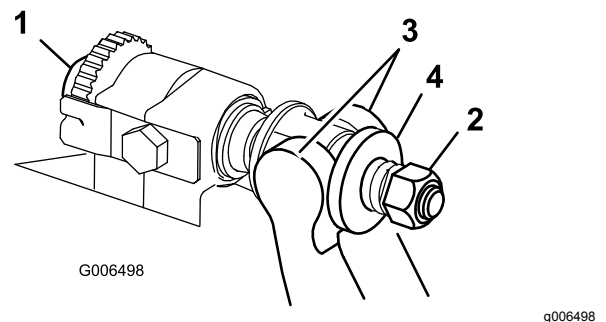

Figura 36
1. Rode os parafusos de ajuste da barra de apoio no sentido contrário ao dos ponteiros do relógio, para afastar a lâmina de corte do cilindro (Figura 36).
2. Faça recuar a porca da mola tensora até que a anilha deixe de estar sob tensão contra a barra de apoio (Figura 36).